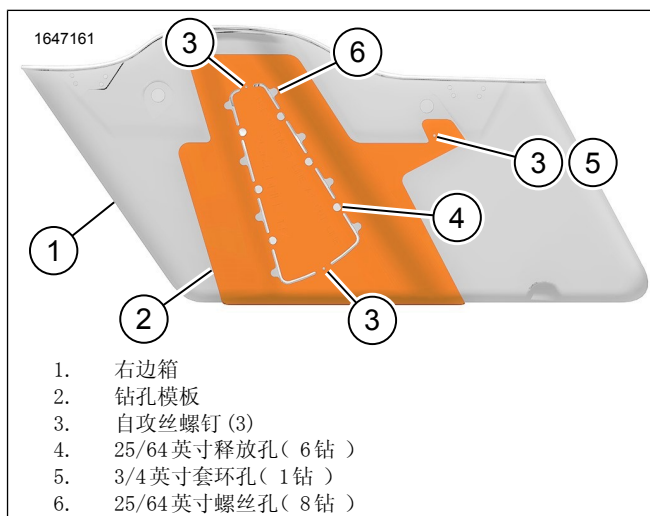

图8。右边箱钻孔模板
1. 参见图8。将钻头模板放在右边箱上。
3. 参见图8。修改右边箱(1)。